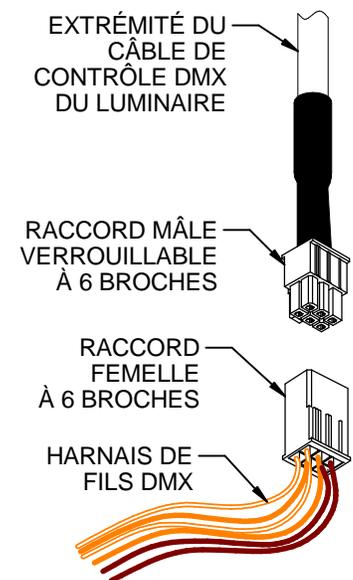

Fig. 2
3. **At the fixture wiring compartment** – make the power connections in the MC10LED fixture wiring compartment per the product installation instructions. Connect the DMX control wiring by connecting the latching 6-pin male connector on the fixture DMX cable to the female 6-pin connector on the DMX wiring harness (**Fig. 2**). The DMX wiring harness has Orange, Orange with White Stripe, and Brown wires, with the 6-pin connector at one end. Be careful not to pull excessively on the DMX wiring harness while connecting to it. Rough handling of the harness may stress or unplug the connections at the LED driver. **NOTE:** If the fixture has less than a full complement of drivers (4L, 8L, or 12L versions) there will be three 3-port WAGO connectors that are connected to unused harness pins in the wiring compartment.
3. **Au compartiment de câblage du luminaire :** effectuez les raccords électriques dans le compartiment de câblage du luminaire MC10LED, conformément aux consignes d'installation. Raccordez le câble de commande DMX en connectant le raccord mâle verrouillable à 6 broches du câble DMX du luminaire au connecteur femelle à 6 broches du harnais de fils DMX (**Fig. 2**). Le harnais de fils DMX comprend des fils orange, orange avec rayures blanches, et brun, et son extrémité est dotée du connecteur à 6 broches. Veillez à ne pas tirer sur le harnais de façon excessive pour le raccorder. La manipulation insouciante du harnais peut endommager ou défaire les connexions au pilote DEL. **REMARQUE :** Si le luminaire ne compte pas tous les pilotes possibles (versions 4L, 8L ou 12L), il y aura trois connecteurs WAGO à 3 ports qui sont connectés aux broches de faisceau inutilisées dans le compartiment de câblage. **AVERTISSEMENT :** **NE PAS** déconnecter ces connecteurs ou ces broches, et **NE PAS** y connecter autre chose. Ils font partie du câblage DMX, et toute connexion à ceux-ci peut endommager ou détruire l'appareil ou d'autres appareils connectés au câblage DMX.